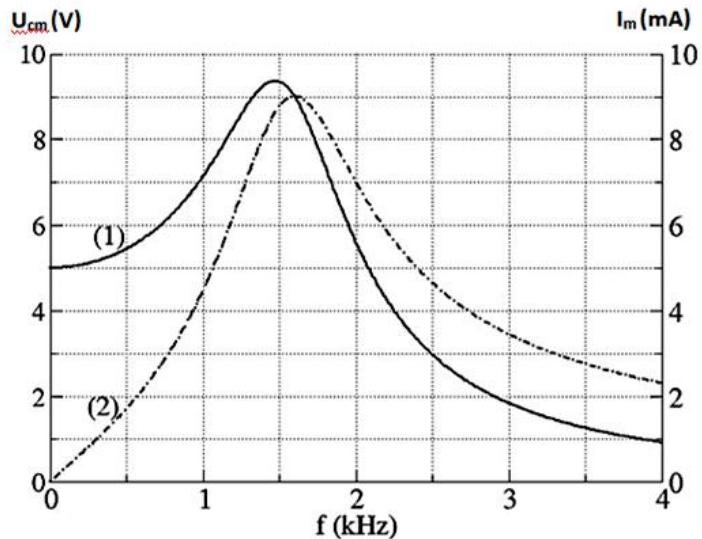

Figure 2
15. On donne, figure 2 ci-dessous, les graphes de U_{Cm} et I_m en fonction de la fréquence f , fréquence du générateur. L'échelle de gauche concerne U_{Cm} et l'échelle de droite concerne I_m . Identifier, en justifiant votre choix, les courbes $U_{Cm}(f)$ et $I_m(f)$ parmi les courbes (1) et (2).